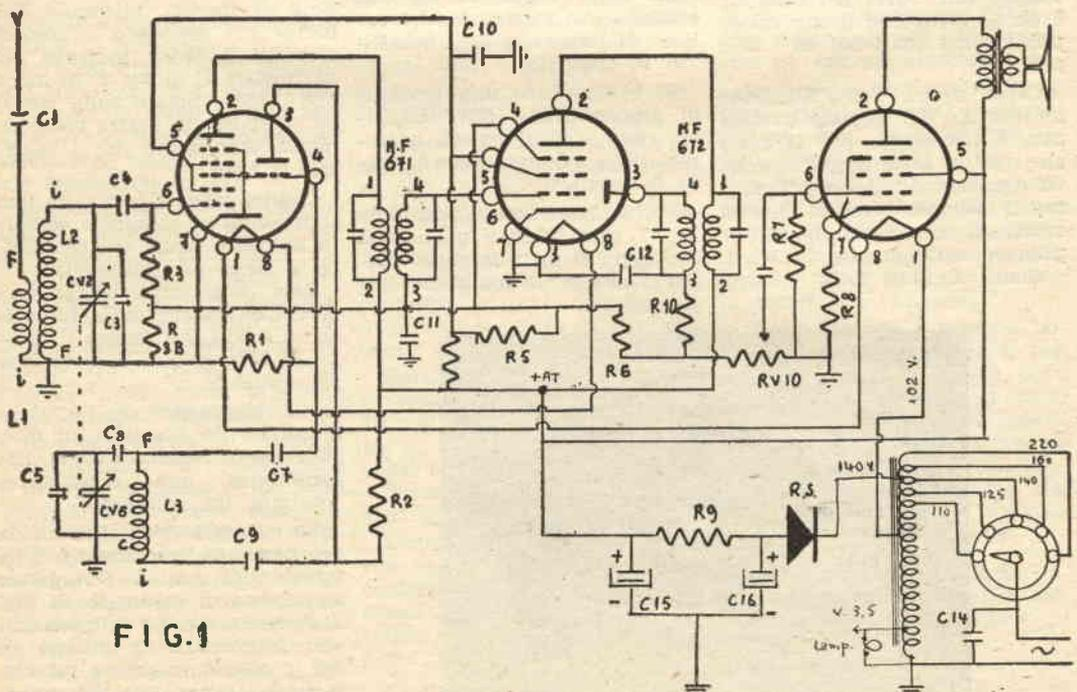

FIG. 1
Esposti questi brevi cenni riguardanti i circuiti supereterodina, esaminiamo lo schema teorico di Fig. 1.
Lo stadio convertitore dello schema di Fig. 1 utilizza la UCH42.
teorico di fig. 1, tale valvola non ha il condensatore catodico, per cui la resistenza sul piedino 7 realizza una piccola controreazione di corrente che elimina le distorsioni della valvola finale, migliorando sensibilmente la riproduzione sonora.
8) Autotrasformatore — Per questo componente la cosa migliore sarebbe quella di costruirlo secondo i valori indicati sullo schema teorico di Fig. 1; ciò perchè si eviterebbero complicazioni ai collegamenti e si eviterebbe soprattutto il pericolo di accidentali contatti che potrebbero pregiudicare la vita delle valvole.